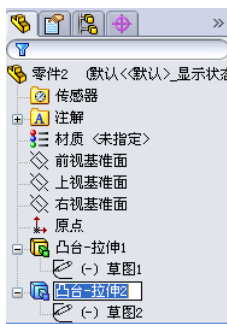

图 1-20 FeatureManager 设计树更改项目名称
- 如要更改项目的名称，在名称上缓慢单击两次以选择该名称，然后输入新的名称即可，如图 1-20 所示。